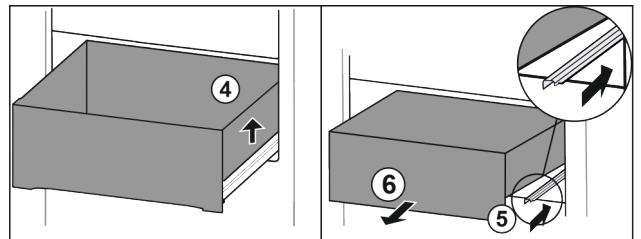

Fig. 97
- ▶ Emelje meg a fiók jobb oldalát. Fig. 97 (4)
- ▶ Tolja be a jobb oldali sínt. Fig. 97 (5)
- ▶ Vegye ki a fiókot előre felé. Fig. 97 (6)